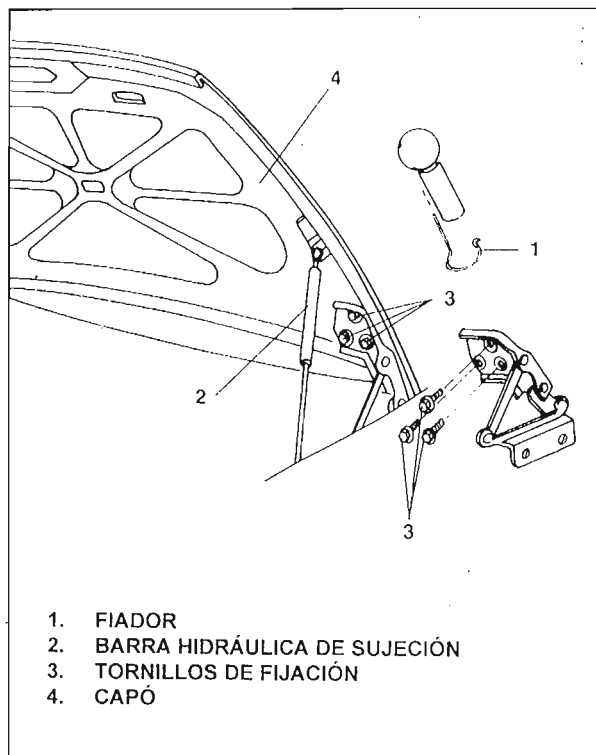

Fig. 18.
12. RETIRADA/ INSTALACIÓN DEL CAPÓ (Fig. 18)